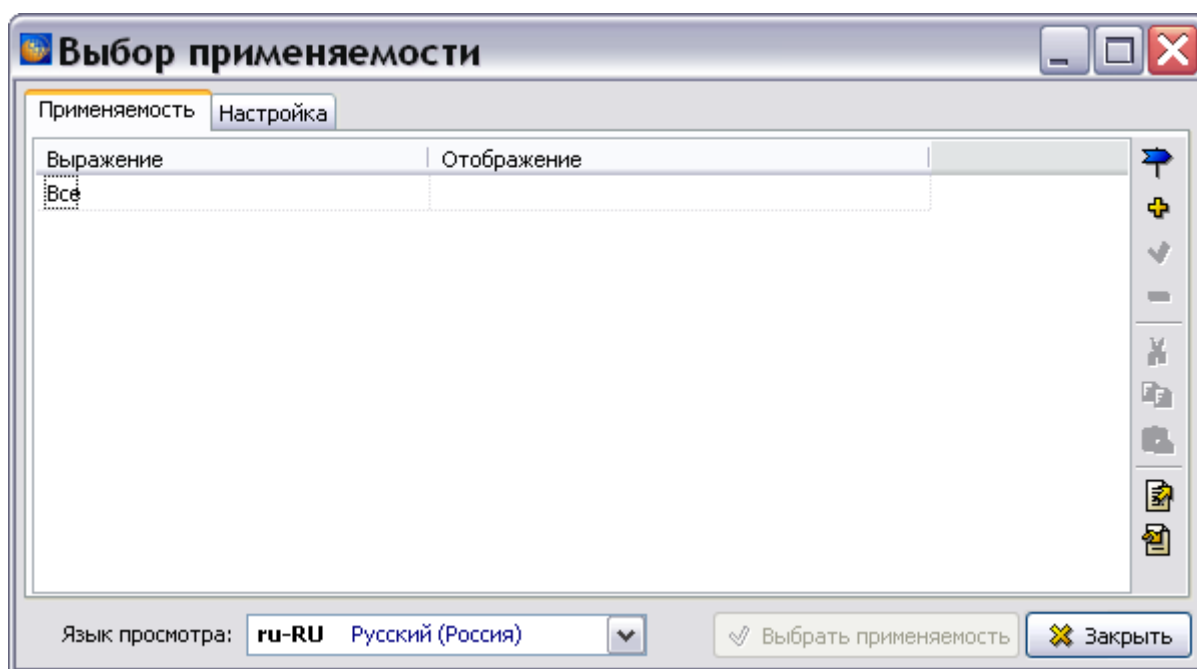

Рис. 22.65
1. Для указания применяемости позиции №1, например «Бак топливный подвесной левый», выделите любую ячейку строки и нажмите на кнопку **Выбрать применяемость** . При этом откроется диалоговое окно **Выбор применяемости** (Рис. 22.65).